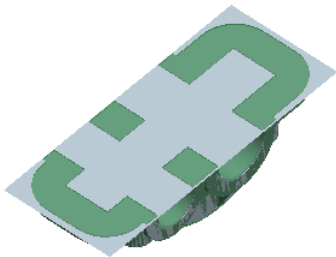

图 10.2.11 创建铣削曲面
(4) 在“铣削曲面”操控板中单击按钮，则完成特征的创建，所创建的铣削曲面如图 10.2.11 所示。